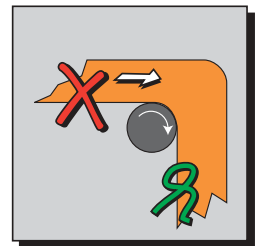

Abb. 2
- Seien Sie sich immer Bewußt von der Gefahr von drehende Maschinenteile (Abb. 2). Nimm keine Messungen vor nah an Nipeingänge. Sie oder Ihren Instrument könnten in der Maschine gezogen werden, was zu lebensgefährliche Verletzungen und/oder kostspieligen Schaden führen kann.